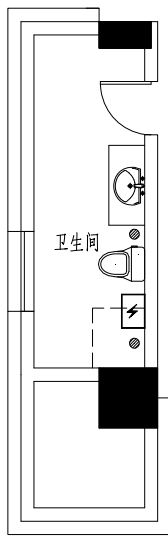

图 14-13 布置卫生间洁具
**02** 布置洁具。单击“建筑”→“布置洁具”命令，在弹出的【天正洁具】对话框中选定待插入的洁具图形，将其调入平面图的结果如图 14-13 所示。